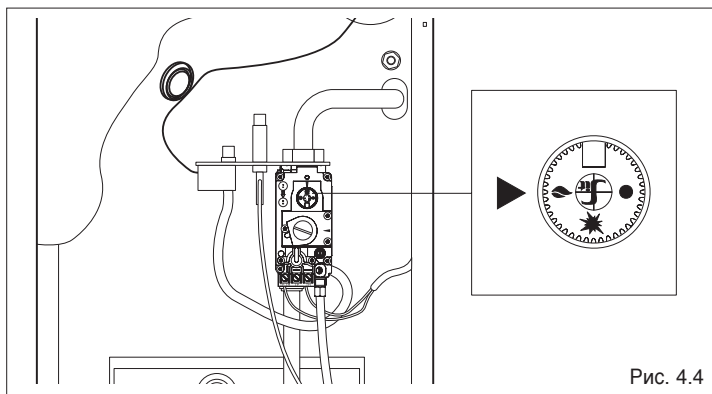

Рис. 4.4
- Нажмите и поверните ручку управления в положение работа  (Рис. 4.4). На газовый клапан подается напряжение, возникающее вследствие нагрева термопары пламенем запальной горелки, и открывается проход газа к основной горелке.